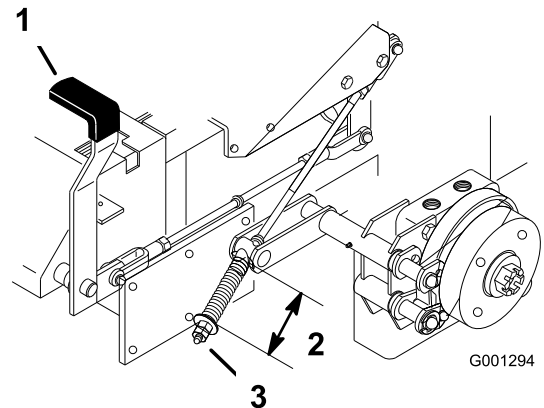

Figure 59
2. Mesurez la longueur du ressort. Les rondelles doivent être espacées de 64 mm (Figure 59).
3. Si un réglage est requis, desserrez le frein de stationnement, desserrez l'écrou de blocage situé sous le ressort et réglez l'écrou directement au-dessous du ressort (Figure 59). Modifiez le serrage de l'écrou jusqu'à ce que le ressort ait la longueur voulue. Tournez l'écrou dans le sens horaire pour raccourcir le ressort et dans le sens anti-horaire pour l'allonger.